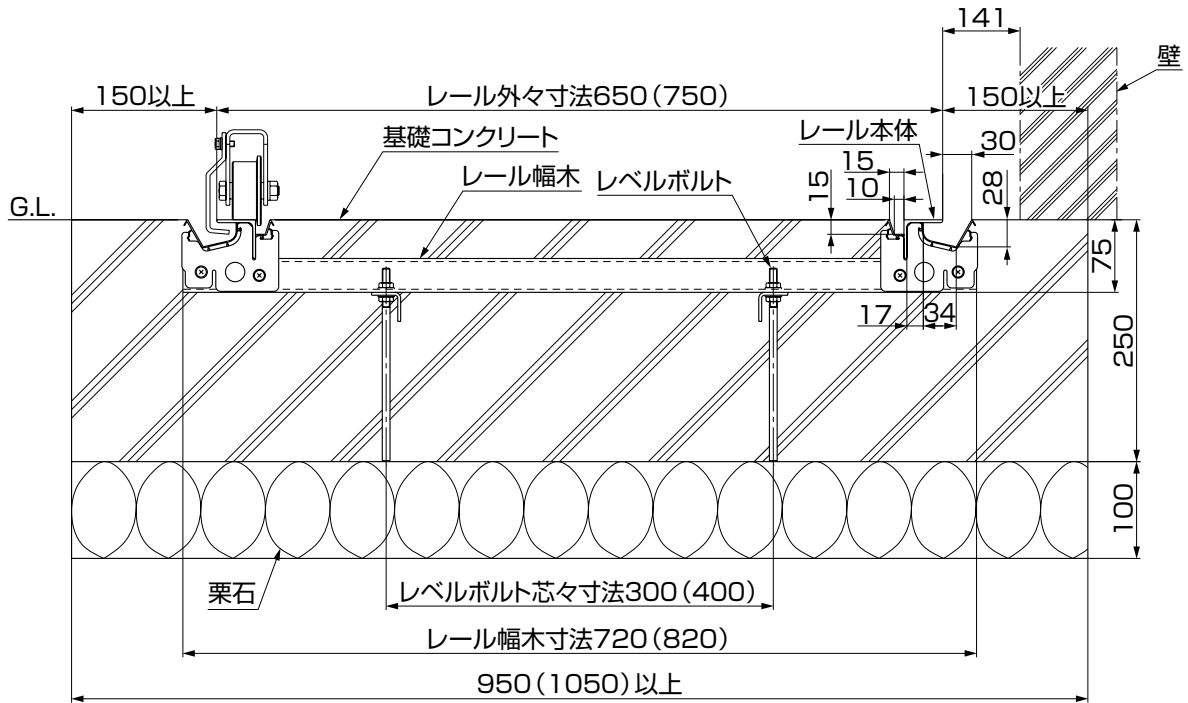

図1-1
- レベルボルトM8×200は基準寸法から-6mm～+15mmの範囲で調整できます。（「1.レールの納まり（断面）」の図1-1参照）